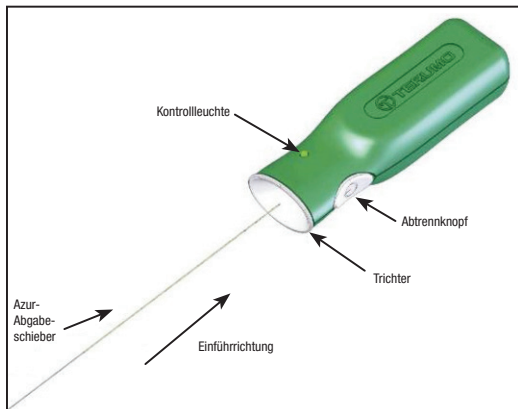

Abbildung 4 – Azur-Abtrennregler
12. Den Beutel des Azur-Gefäßverschlusskörpers öffnen und das Verteilerband aus dem Verteilerband entfernen. Vor der Verwendung des Produkts den Keil aus dem Verpackungsband entfernen. Während das Implantat des Azur-Gefäßverschlusskörpers und das Einführgerät an Ort und Stelle gehalten werden, den Schieber aus dem Verteilerband ziehen, so dass das proximale Ende des Abgabeschleibers freigelegt ist. Es ist darauf zu achten, dass dieses Ende des Abgabeschleibers nicht mit Fremdstoffen wie Blut oder Kontrastmittel verunreinigt wird. Das proximale Ende des Abgabeschleibers fest in den Trichterabschnitt des Azur-Abtrennreglers einsetzen. Siehe Abbildung 4. **Den Abtrennknopf zu diesem Zeitpunkt nicht drücken.**
31. Das proximale Ende des Abgabeschleiers mit der Azur-Abtrennregler verbinden, indem das proximale Ende des Abgabeschleiers fest in den Trichterabschnitt des Azur-Abtrennreglers eingeführt wird. Siehe Abbildung 4.